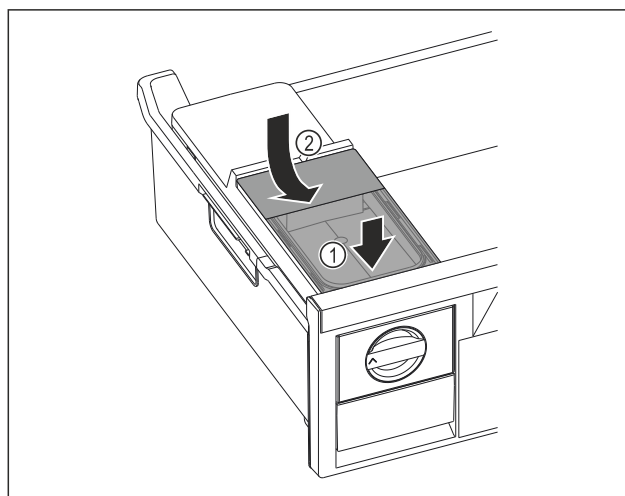

Fig. 130
- ▶ 放置水箱前部。 Fig. 130 (1)
- ▶ 放下水箱后部。 Fig. 130 (2)